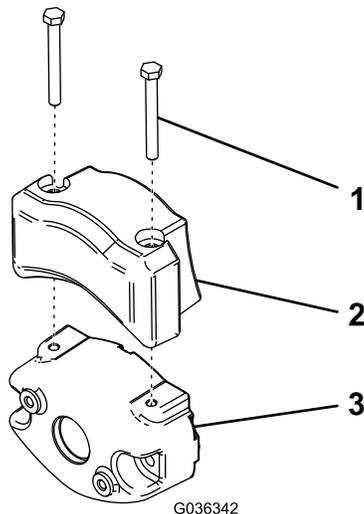

**Figura 46**
**Importante:** Cuando sea necesario inclinar la unidad de corte, apoye la parte trasera de la unidad de corte para asegurarse de que las tuercas de los tornillos de ajuste de la barra de asiento no estén apoyadas en la superficie de trabajo (Figura 46).